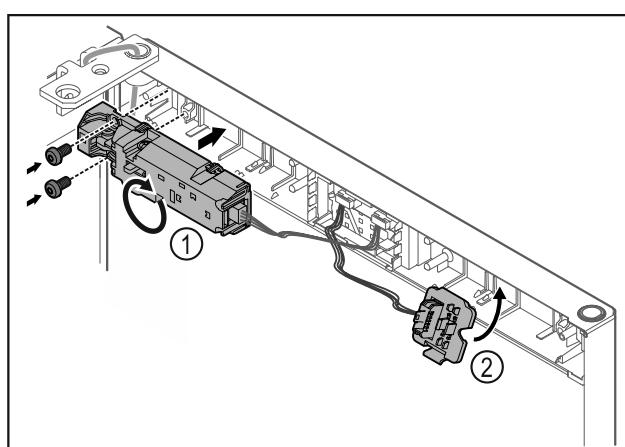

Fig. 24
- Περιστρέψτε την τηλεχειριζόμενη κλειδαριά Fig. 24 (1) 180° και στερεώστε τη στην απέναντι πλευρά.
- Κουμπώστε το στήριγμα του φις Fig. 24 (2) στην απέναντι πλευρά.